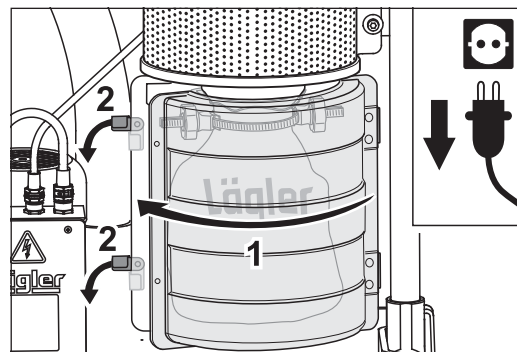

Abb. 12 Den Deckel am Staubbeutelbehälter zuklappen (1) und die beiden Verschlüsse nach unten drehen (2).
- 10 Klappen Sie den Deckel am Staubbeutelbehälter zu (Abb. 12, 1) und drehen Sie die beiden Verschlüsse wieder nach unten (Abb. 12, 2).